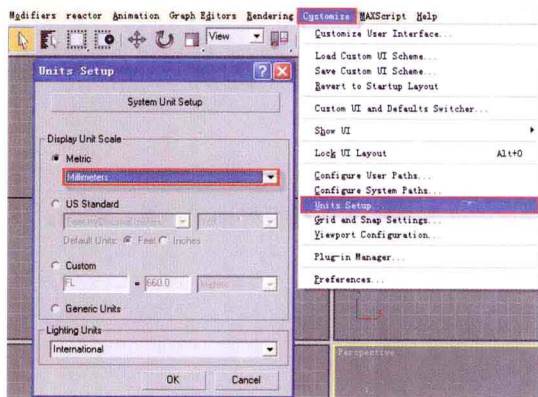

图1-1
① 在制作尺寸要求比较严格的物体时, 首先需要在3ds Max中设定好单位。启动3ds Max 9 软件, 执行菜单栏上的Customize (自定义) > Units Setup (单位设置) 命令, 弹出Units Setup (单位设置) 对话框, 将Display Units Scale (显示单位比例) 设置为Millimeters (mm), 如图1-1所示。